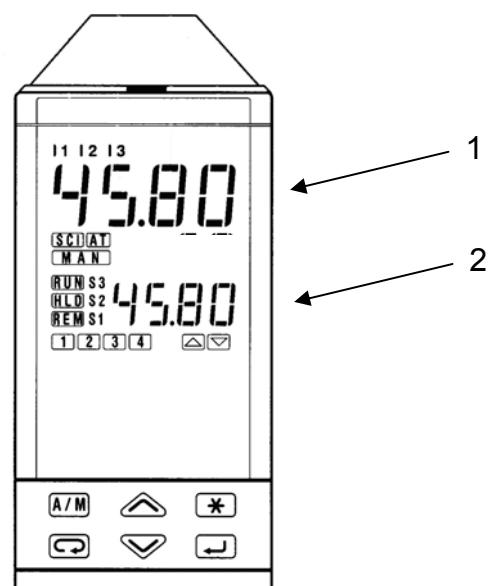

Рис. 11
4.2.1 ЭЛЕКТРОННЫЕ РЕГУЛЯТОРЫ (РИС. 11)
Проверить работу группы, понижая уровень с помощью ручного дренажного клапана и проверяя значение на регуляторе X3 (Рис.11). Для проверки срабатывания выключателей минимального и максимального уровня рекомендуется изменить контрольное значение на регуляторе X3, установив его на 100% (должен сработать выключатель максимального уровня) и на 0% (должны сработать два выключателя минимального уровня).